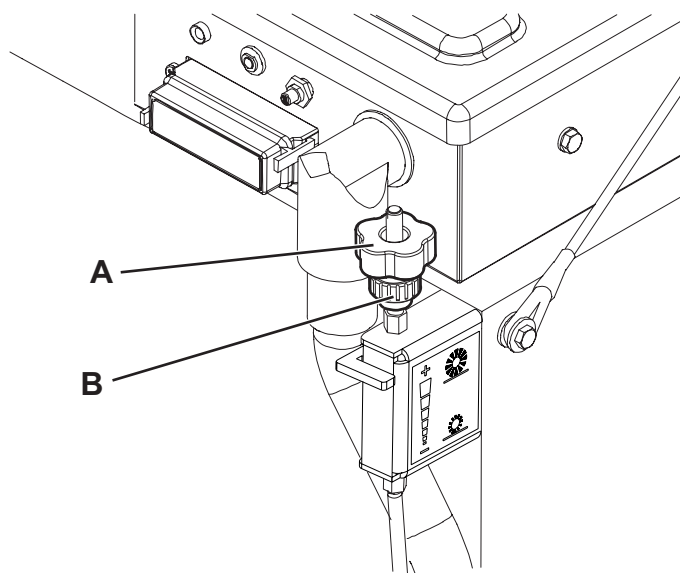

Рис. 3
3. Поверните ключ зажигания (72) в положение «0».
4. Откройте капот (7).
5. Ослабьте рычаг (А, Рис. 3) на левой стороне машины.